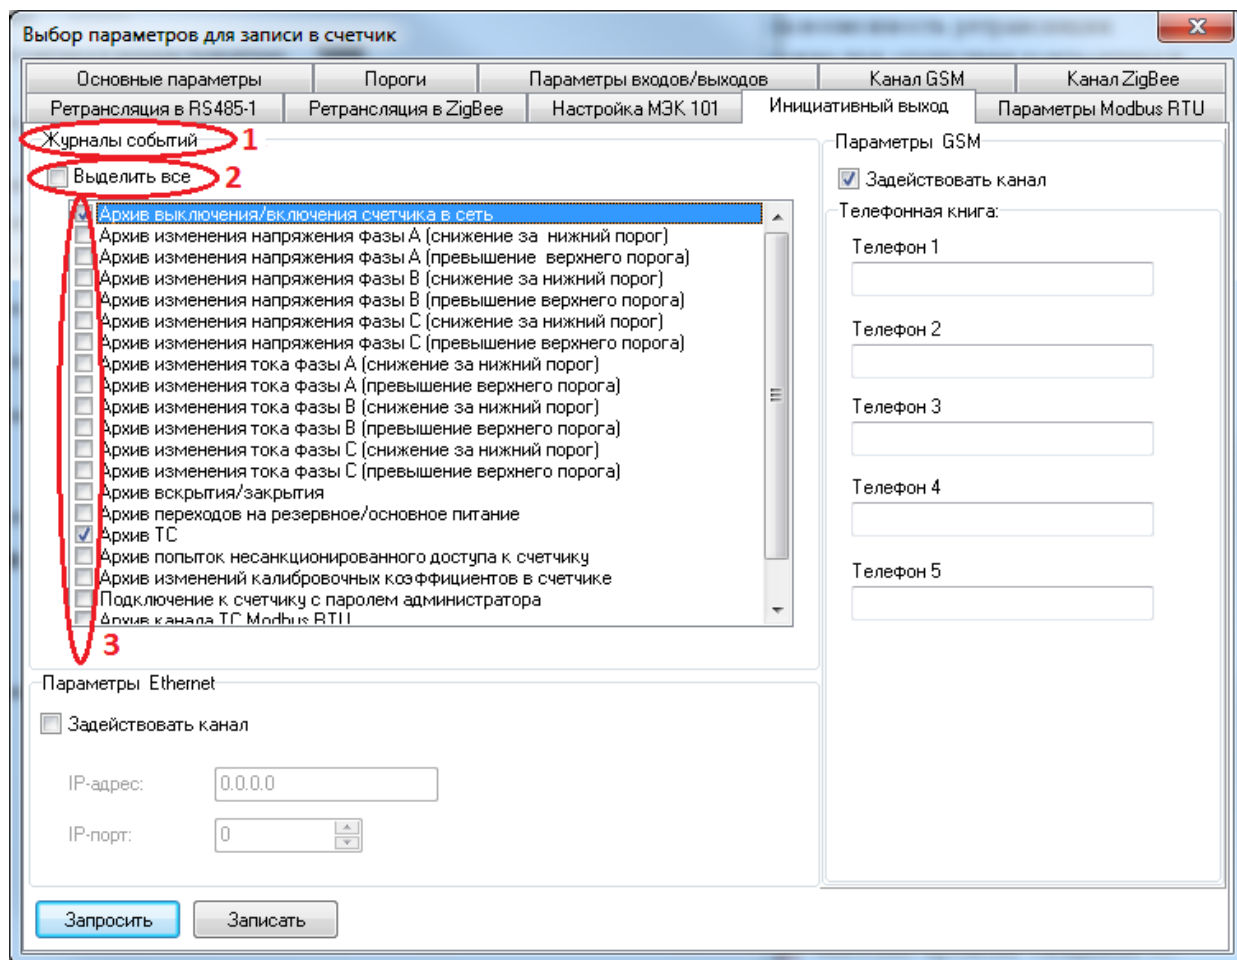

Рисунок 2.7
2.9.3 Выбор необходимых журналов для инициативной передачи осуществляется с помощью программы КОНФИГУРАТОР в окне *Выбор параметров для записи в счетчик* на вкладке *Инициативный выход*, на панели *Журнал событий* (рисунок 2.7 позиция 1). Для выбора журнала необходимо установить соответствующий ему флажок в списке журналов (рисунок 2.7 позиция 3), для выбора всех журналов установить флажок в поле *Выделить все* (рисунок 2.7 позиция 2).